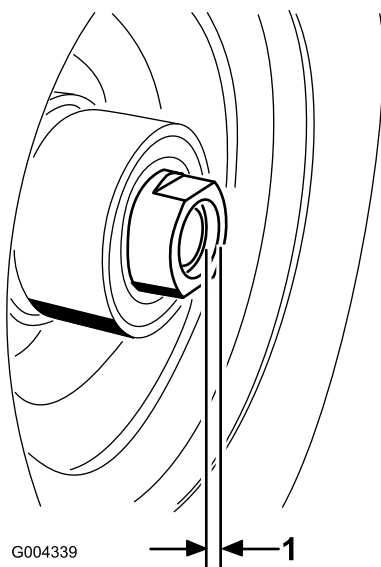

Figura 27
11. Si se retiraron ambas tuercas espaciadoras del eje, aplique adhesivo sellador de roscas a la tuerca espaciadora. Instale las tuercas espaciadoras en el eje dejando que sobresalgan 3 mm del eje (Figura 27).
16. Apriete la tuerca espaciadora a 8-9 Nm, luego aflójela y apriételo de nuevo a 2-3 Nm. Asegúrese de que el eje no sobresale de ninguna de las tuercas (Figura 27).